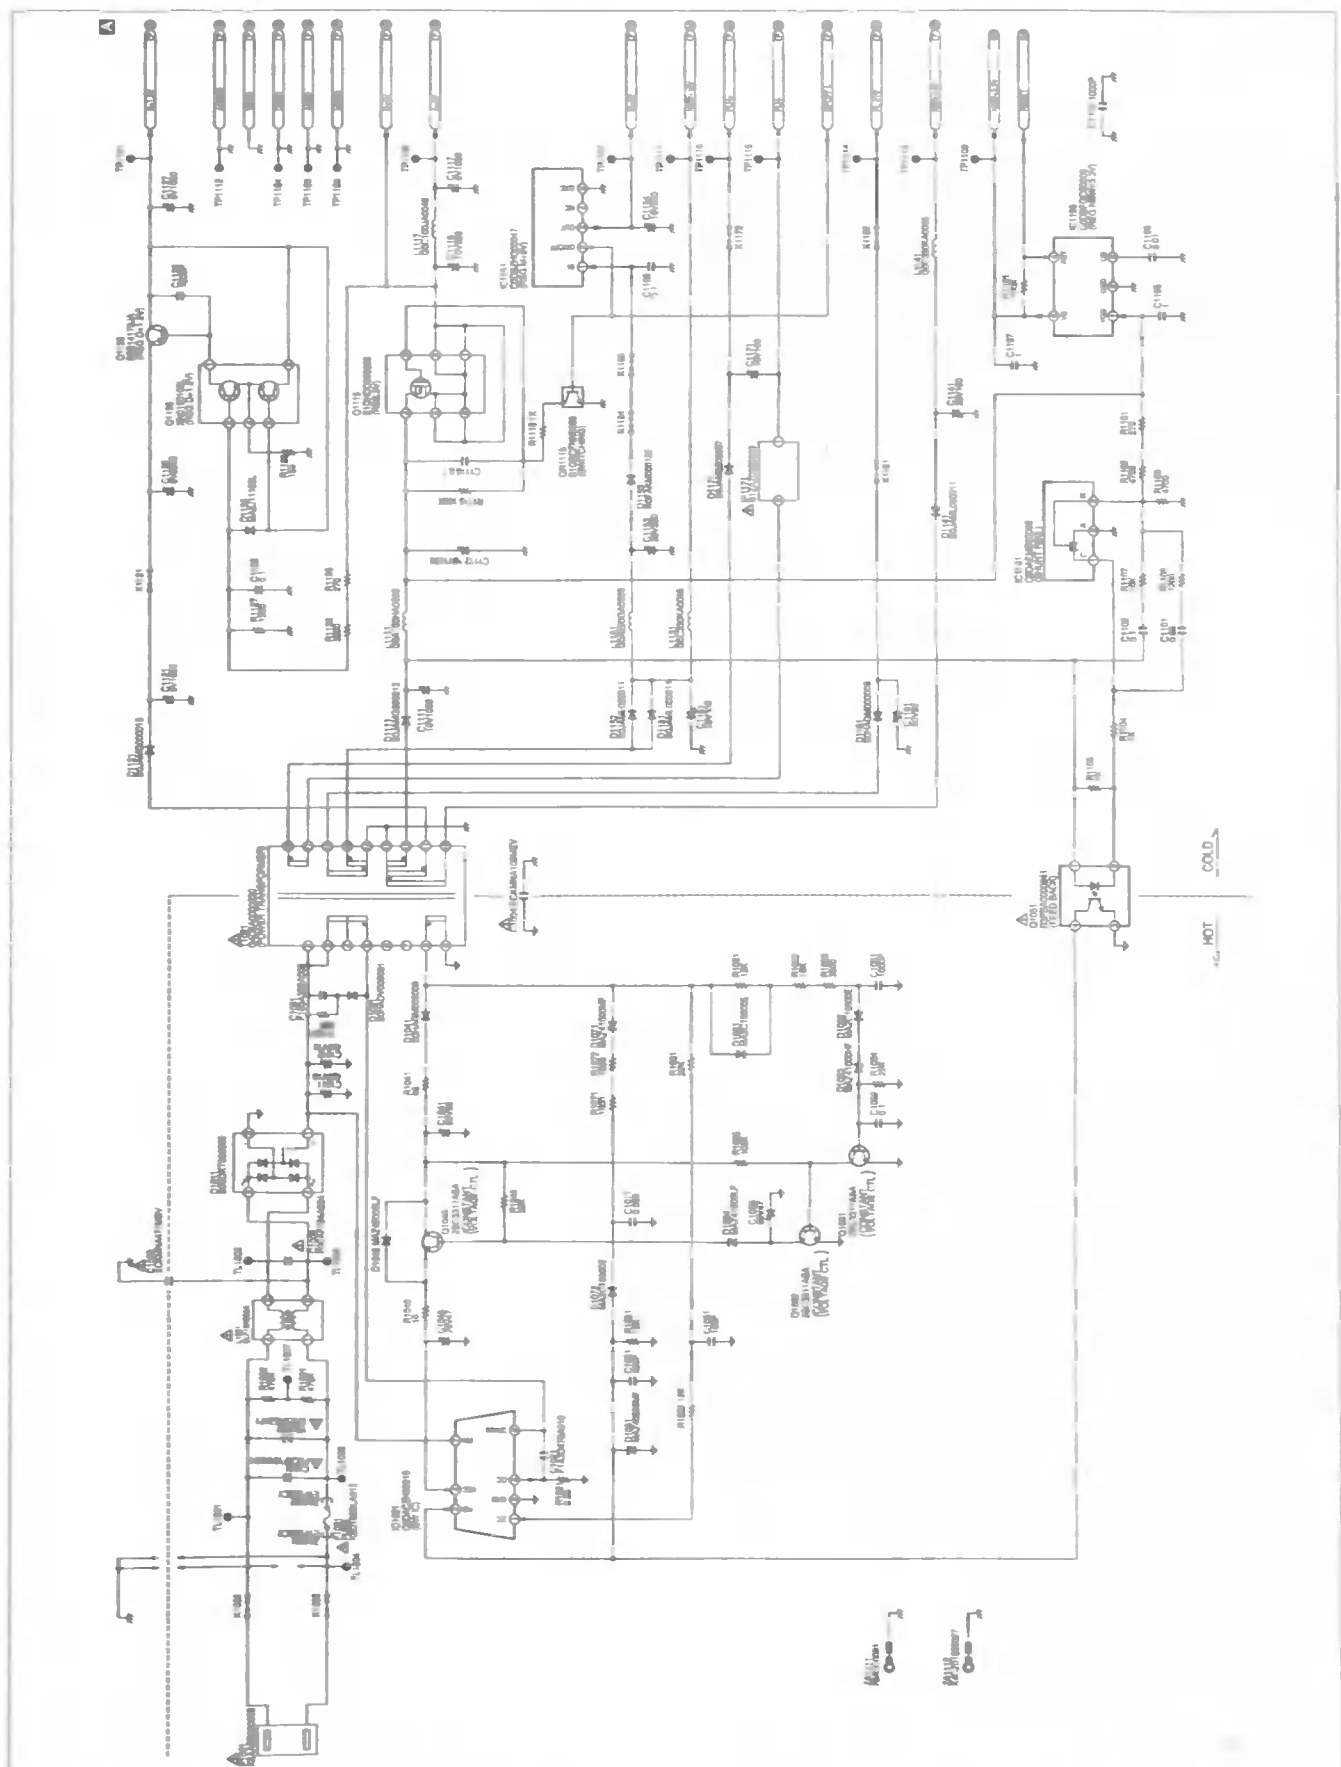
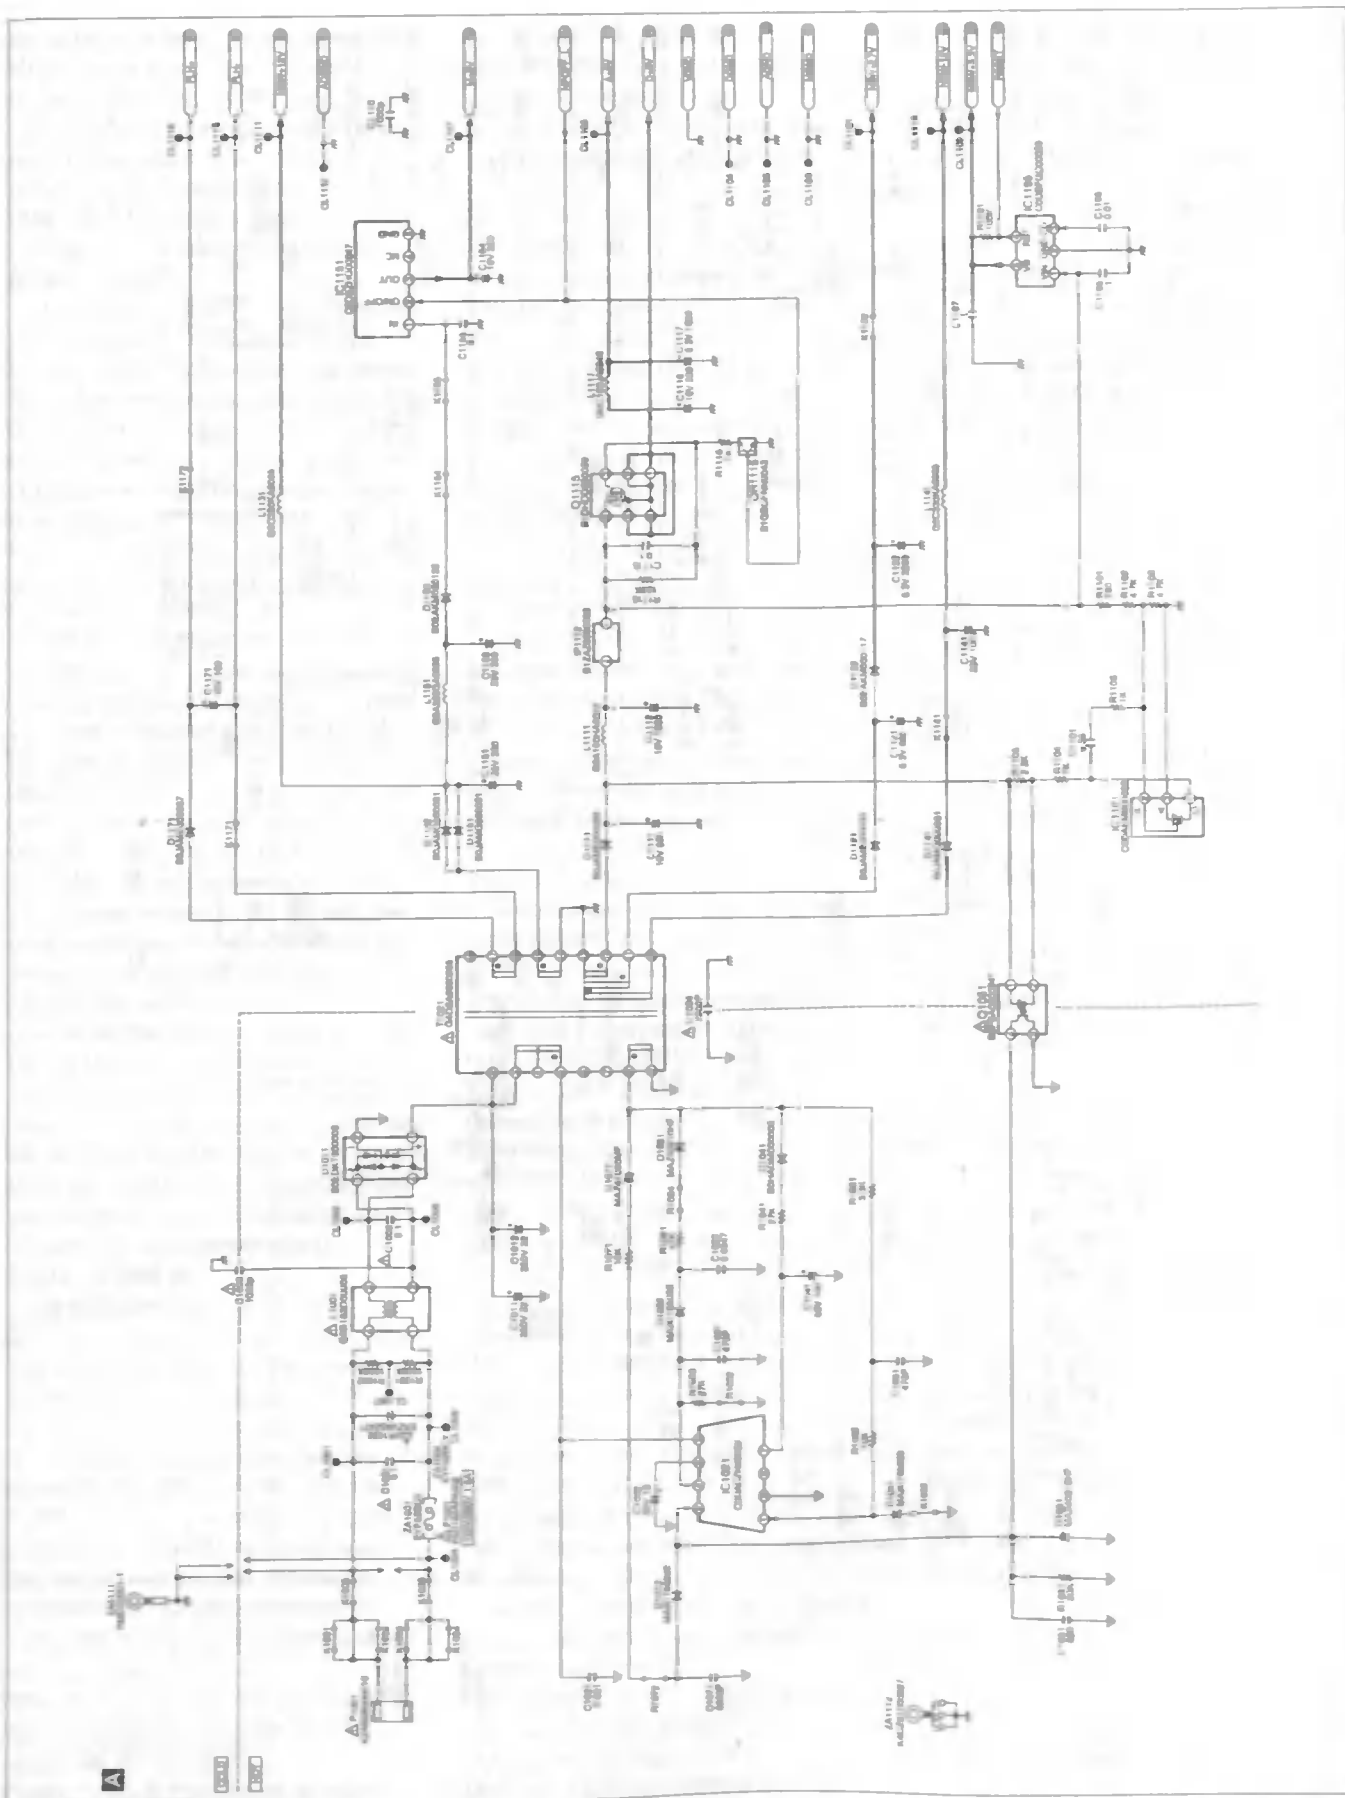

Рис. 4. Принципиальная электрическая схема ИИП проигрывателей -DVD-S49GCS/GCU/GCA/GC/GN/GE-
Рис. 5. Принципиальная электрическая схема ИАП проигрывателей DVD-S52P/PC.
Принципиальная электрическая схема ИИП проигрывателей приведена на рис. 4, в отличие от предыдущей схемы (рис. 2) в первичной части в качестве IC1021 применена другая микросхема, ее конкретный тип автору неизвестен. Для подбора аналогов для замены можно ориентироваться на микросхемы серии 4000 фирмы SHINDENG. Из подходящих для замены типов подходят MR4710 (25/12 Вт), MR4720 (50/25 Вт), MR4010 (70/45 Вт). В скобках приведены значения номинальной выходной мощности микросхем при работе от сети 180...276/90...276 В соответственно. Микросхемы выполнены в корпусах FTO-7P. Микросхемы серии M4000 в сравнении с функциональными аналогами серий MR1000/2000 отличаются более высоким КПД и меньшей потребляемой мощностью в дежурном режиме. Назначение выводов микросхем такое же, как и у микросхем серий MR1000/2000, за исключением того, что дополнительный вывод 5 (OC) соединен с истоком выходного CoolMOS-транзистора. Отдельный вывод истока позволяет ввести дополнительную ООС для обеспечения надежной работы схемы защиты от перегрузки по току. В рассматриваемом ИИП введена помехоподавляющая цепь R1021, C1021. При использовании для замены других микросхем эту цепь следует отключить, подойдет и вышеприведенный вариант замены на KA1L0380. Другой вариант замены на KA2S0880 можно найти по ссылке
В рассматриваемом ИИП используются практически те же основные компоненты, что и в источниках питания моделей «DVD-S47/K47», следует отметить, что использование на одноименных позициях (рис. 2 и рис. 4) компонентов с различными собственным Part No совсем не означает, что элементы кардинально отличаются друг от друга. Отличия могут быть «технологическими», например, могут отличаться годы выпуска, изготовитель компонента, вариант покрытия выводов (без свинца или с ним) и т.п. Однако сама система обозначений компонентов PANASONIC практически не позволяет найти справочные данные по двенадцатизначным Part No в каких-либо информационных ресурсах, что значительно затрудняет работу ремонтников не авторизованных сервисных центров.
Принципиальная электрическая схема ИИП проигрывателей «DVD-S52P/PC» приведена на рис. 5. Приведем ее основные отличия от схемы рис. 4: исключен стабилизатор напряжения +1,2 В; добавлен выпрямитель (D1121 D1122 C1121 C1122), на напряжение +2,7 В; исключен выпрямитель (D1161 C1161) исключен предохранитель IP1171; на входе ключа Q1115 установлен предохранитель IP1112; на выходе выпрямителя (D1141 C1141) напряжение -12 В. Первичная часть ИИП базируется на микросхеме, отличающейся от примененных в моделях «DVD-S47/S49», прототип автору неизвестен (в составе серий MR4000/5000 такой микросхемы нет). По схеме ИИП видно, что в состав микросхемы на позиции IC1021 вошли элементы, выполненные в моделях «DVD-S47/S49» на дискретных компонентах, в связи с чем общее число дискретных компонентов ИИП уменьшилось.